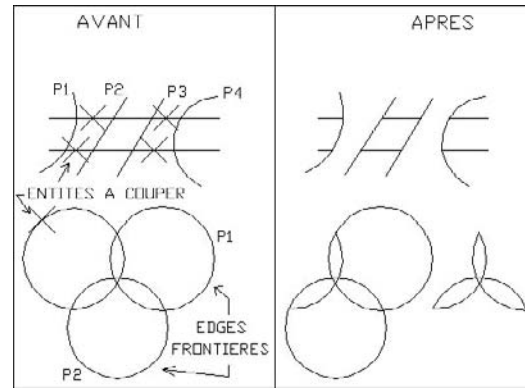

Fig.6.9
- 1 Exécuter la commande d'ajustement à l'aide d'une des méthodes suivantes (fig.6.9) :